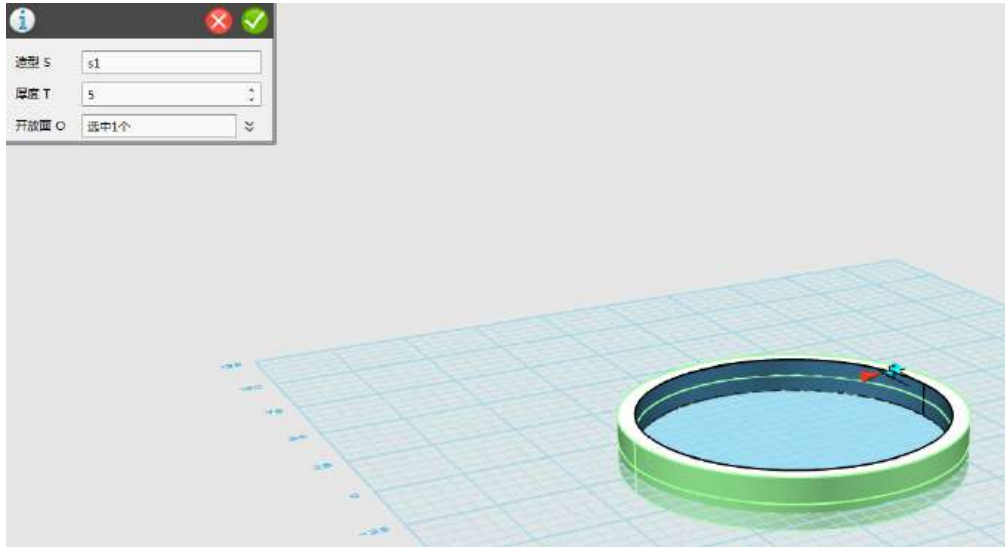

图 1-2
Step 2 使用抽壳命令  抽壳，将圆柱体抽壳成圆环，开放面设定为上面和下面（必须选择上面和下面，否则不能成为圆环），厚度设为 5，如下图 1-2 所示：